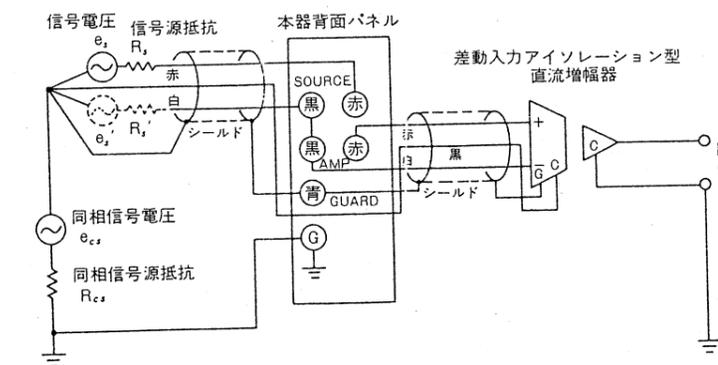

図7
- 3-1-3 差動入力アイソレーション型直流増幅器を用いるとき(図7参照)